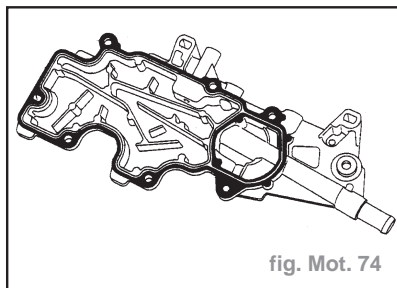

fig. Mot. 74
- Appliquer, à l'aide d'un rouleau (à crépi), de la **Loctite 518** sur le plan de joint du couvercle de culasse jusqu'à ce que celui-ci soit rougeâtre (fig. Mot. 74).